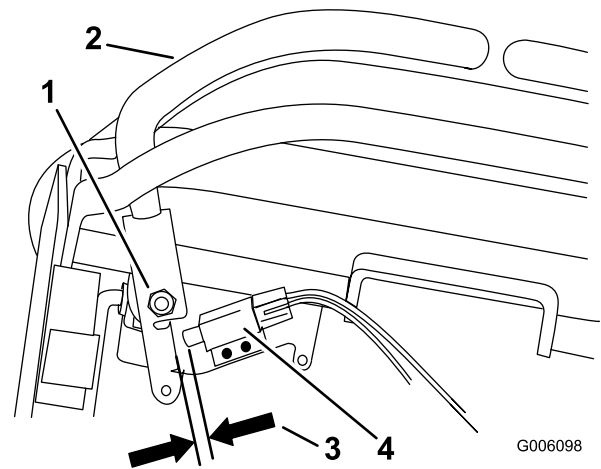

Figure 53
10. Vérifiez l'écartement entre le levier de commande et l'interrupteur comme illustré à la Figure 53. L'écartement doit être de 3 mm (1/8").